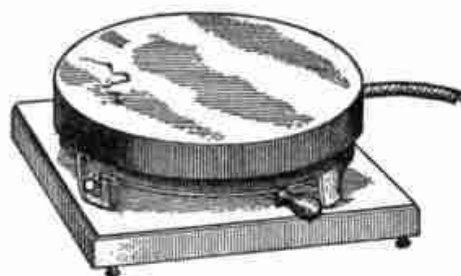

Fig. 73
2. Electric Hot Plate (Fig. 73).